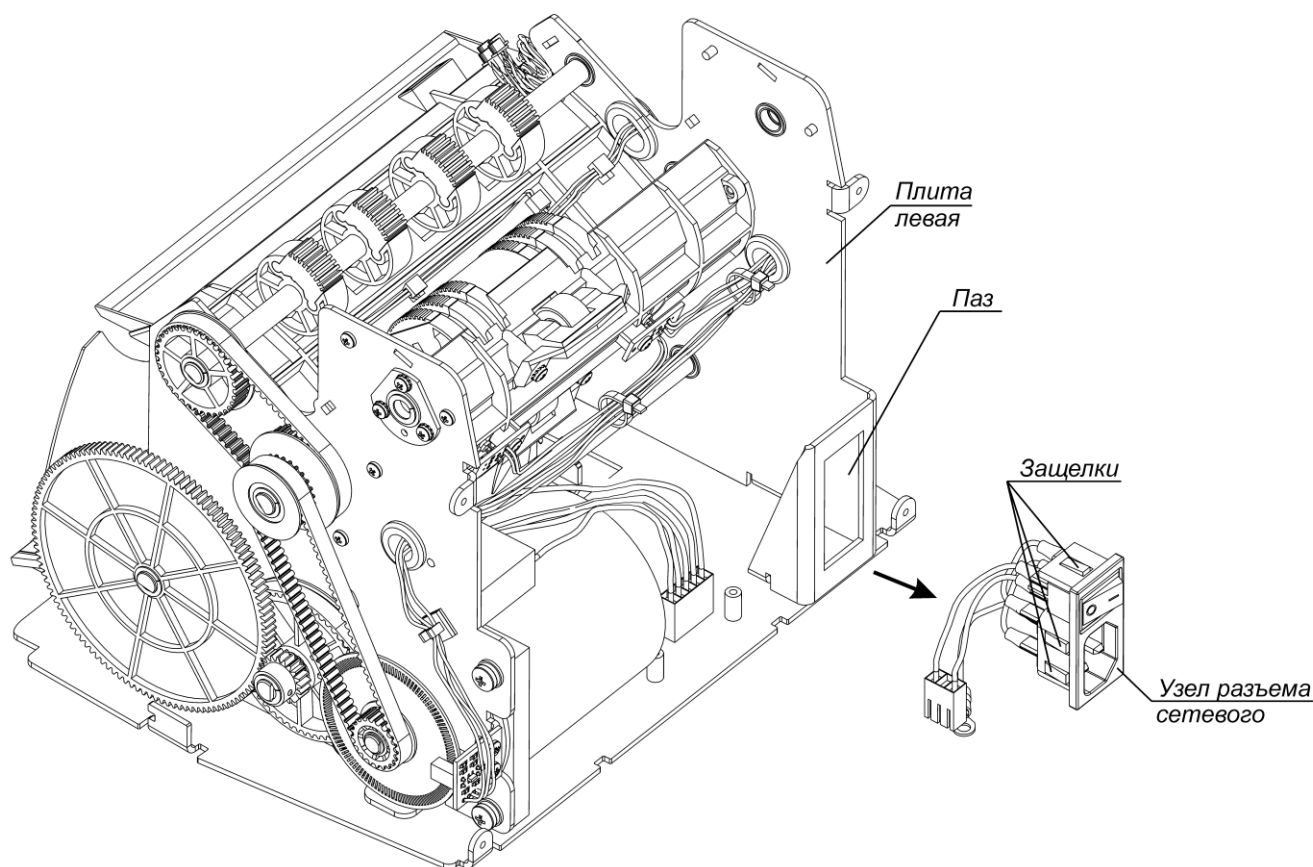

Рис. 20
1. Извлеките узел разъема сетевого из паза плиты левой, прижимая поочередно защелки на узле разъема сетевого (инструмент – отвертка с прямым шлицем) (Рис. 20).